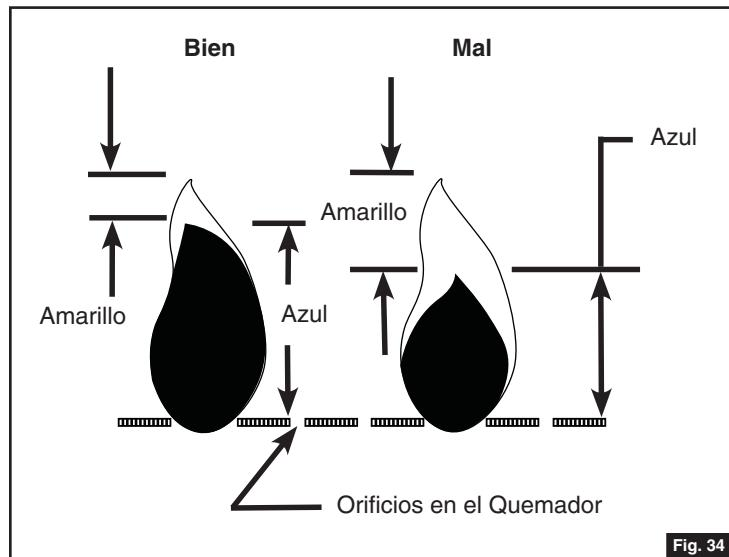

Fig. 34
- Las llamas deben parecerse a la llama buena mostrada en la Fig. 34 y de la manera siguiente: